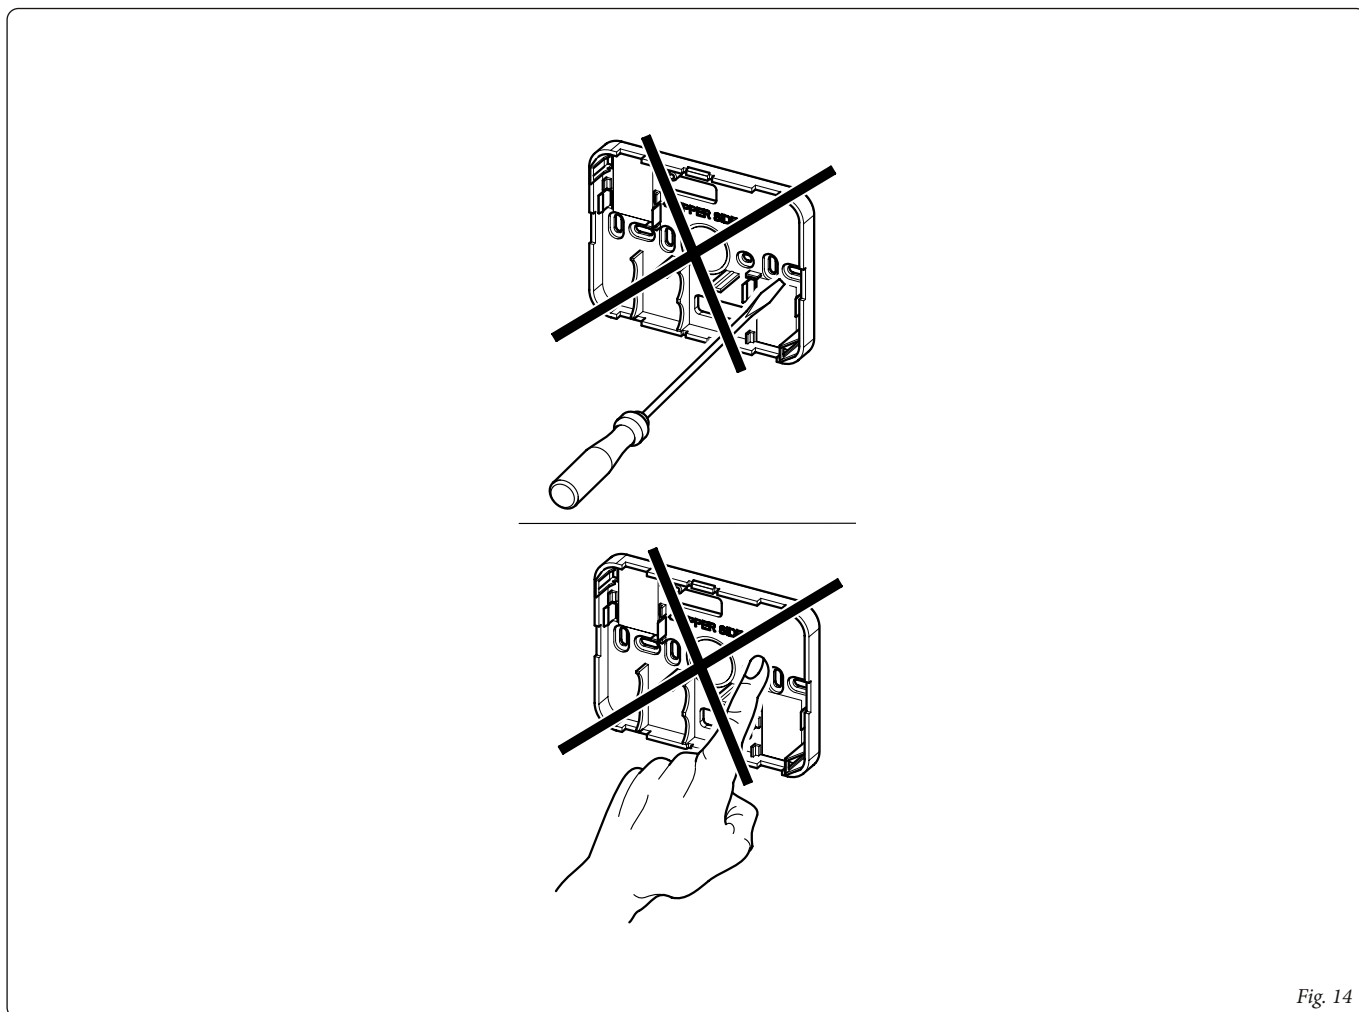

Fig. 14
N.B.: si consiglia l'utilizzo in luoghi elettromagneticamente non critici e in strutture realizzate con materiali non prettamente metallici o schermanti. Durante l'installazione prestare le dovute cautele come indicato in fig. 14.
N.B.: the use in electromagnetically non-critical places and in structures made of non-metallic or shielding materials is recommended. During installation, take the necessary precautions as indicated in fig. 14.